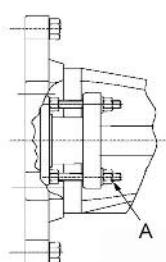

FIG. 7
10. En caso necesario puede volver a apretarse ligeramente el casquillo del prensaestopas con tuercas (**fig. 7 - A**).